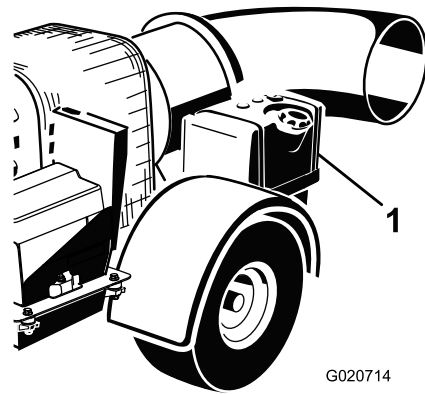

Figura 12
2. Limpie la zona alrededor del tapón del depósito de combustible y retire el tapón (Figura 12).